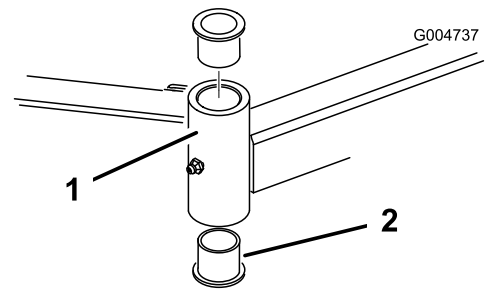

Figure 112
- Insérez un chasse-goupille dans le haut ou le bas du tube de montage et chassez la bague hors du tube (Figure 112).